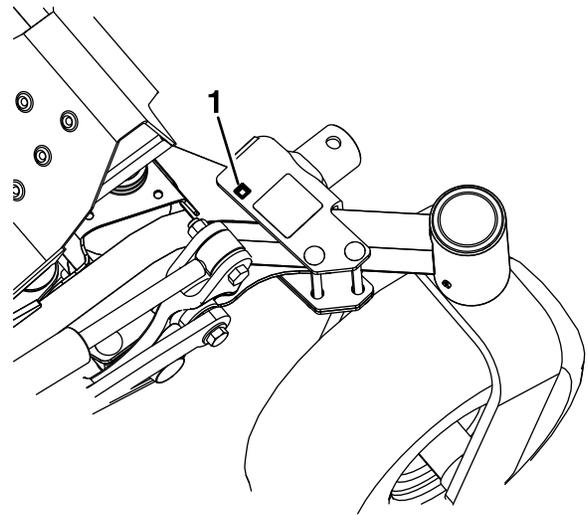

Figure 5
B. En utilisant le trou supérieur du support de cric comme guide, repérez l'emplacement du trou sur le gousset et retirez le support de cric (voir Figure 5). Percez un trou de 25/64 pouce de diamètre sur le dessus du gousset du cadre.
C. Répétez les opérations 2 et 3. Insérez le boulon et l'écrou restants dans le trou percé à l'opération Figure 5.